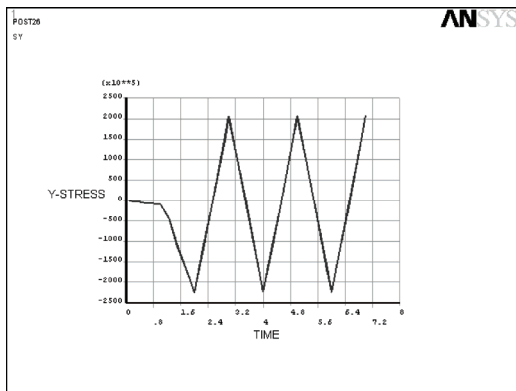

图 5-83 D 点 Y 方向应力同时间的关系曲线
18) 选择 Main Menu | TimeHist Postpro | Graph Variables 命令，出现 Graph Time-History Variables 对话框，在 NVAR1 1st variable to graph 输入栏中输入 2，单击 OK 按钮，ANSYS 显示窗口将显示 D 点 Y 方向应力同时间的关系曲线图，如图 5-83 所示。